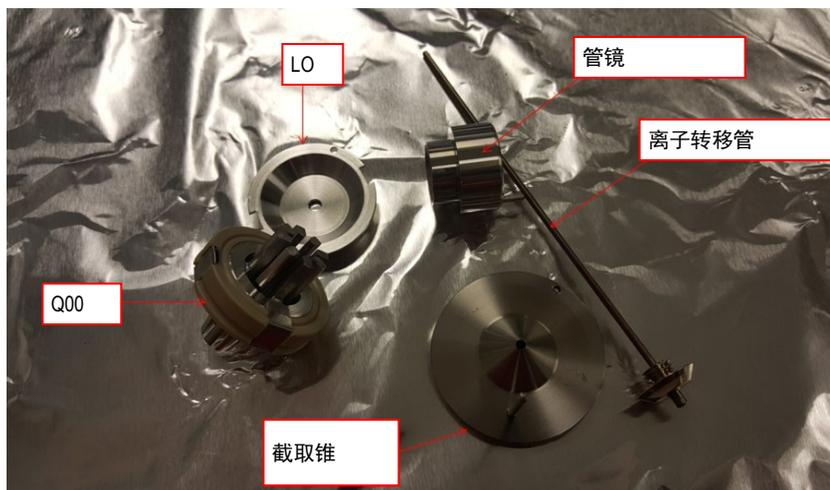

图 121: 光学部件
- 18) 现在您已拆除所有光学元件，可进行清洁。见图 121: 光学部件。